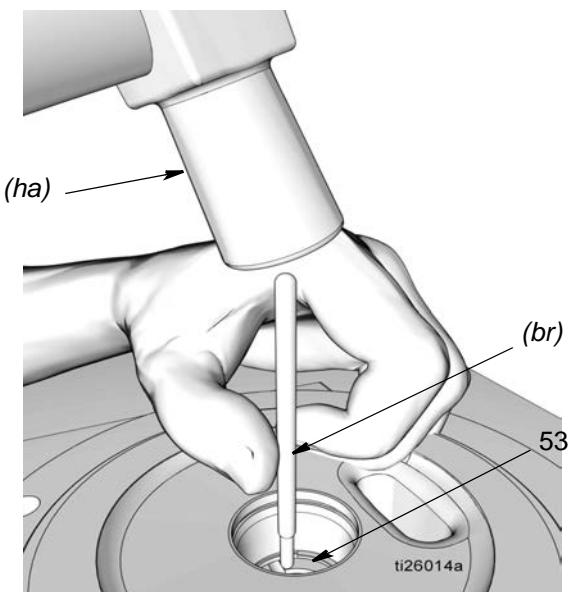

图 25
20. 使用软铜杆 (br) 和锤子轻敲泵元件衬套 (53)，使其从泵底座 (1) 中脱离（图 25）。